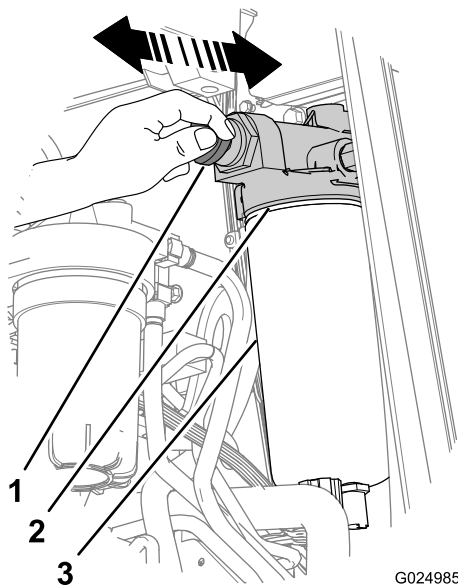

Bild 76
3. Reinigen Sie den Kopf der Kraftstoffpumpe und der Entlüftungspumpe mit einem schnell trocknendem Reinigungsmittel und Druckluft (Bild 76).
4. Drehen Sie den Griff der Entlüftungspumpe nach **links**, um ihn zu entsperren (Bild 76).
5. Pumpen Sie mit dem Entlüftungsgriff (Bild 76) so lange, bis Sie einen Widerstand spüren und der Griff nicht mehr gepumpt werden kann (ca. 140-150 Hube für Trockenfilter oder 20-60 Hube für vorgefüllte Filter).
6. Drehen Sie den Griff der manuellen Entlüftungspumpe nach rechts, bis er fest sitzt und arretiert ist (Bild 76).